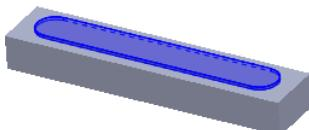
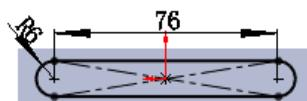

图 5.39.4 凸台-拉伸 2
图 5.39.5 横断面草图 (二)
Step3. 创建图 5.39.4 所示的特征凸台-拉伸 2。横断面草图如图 5.39.5 所示。